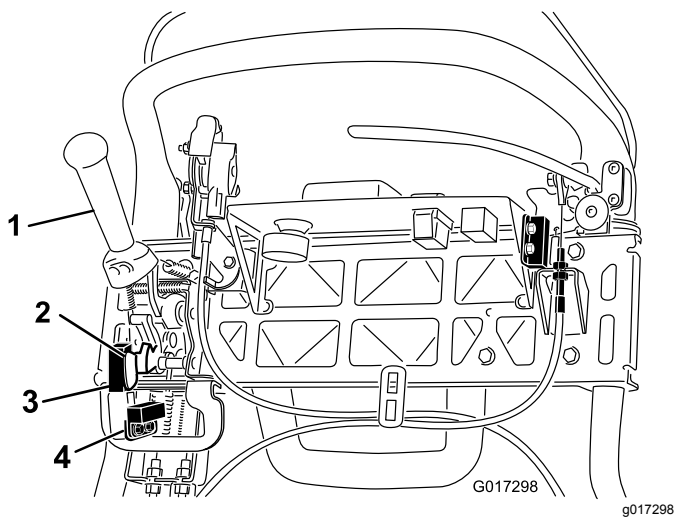

Figura 44
4. Allentate gli elementi di fissaggio del microinterruttore di sicurezza (Figura 44).
5. Posizionate uno spessore di 1,6 mm tra la leva di trazione e il microinterruttore di sicurezza (Figura 44).
4. Allentate gli elementi di fissaggio del sensore di tosatura (Figura 44).
5. Posizionate uno spessore di 1,6 mm tra il contrassegno del sensore di tosatura e il sensore stesso (Figura 44).